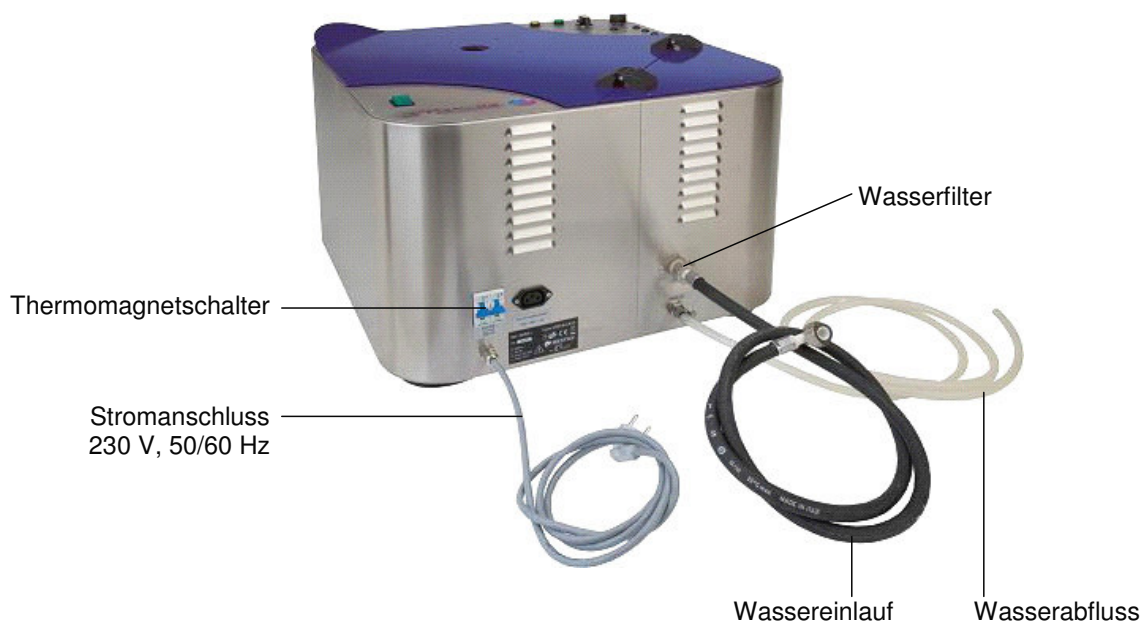

Abb. 1: Parte posterior de la máquina con conexiones
Für die Wasserzuleitung wird ein gewebeverstärkter Druckschlauch mit 3/4" Anschluss verwendet, der hinten an das Gerät angeschlossen wird (Abb. 1).
Der Wassereinlauffilter (Abb. 1) muss alle sechs Monate gereinigt werden.
- Den Wassereinlaufschlauch des Geräts (Abb. 1) abschrauben.